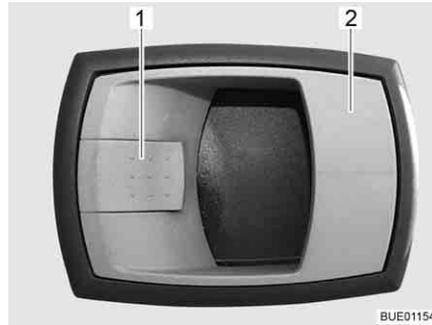

Bild 32 Türschloss Eingangstür, innen
- Öffnen:** ■ Am Griff (Bild 32,2) ziehen. Das Türschloss wird entriegelt.
- Verriegeln:** ■ Den Sicherungshebel (Bild 32,1) drücken.